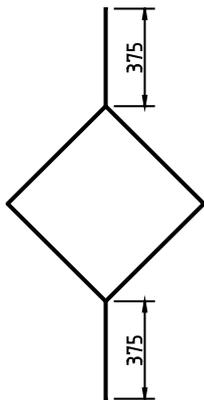

图3-89 绘制直线
- 04 调用L【直线】命令, 结合【对象捕捉】功能, 绘制直线, 如图3-89所示。